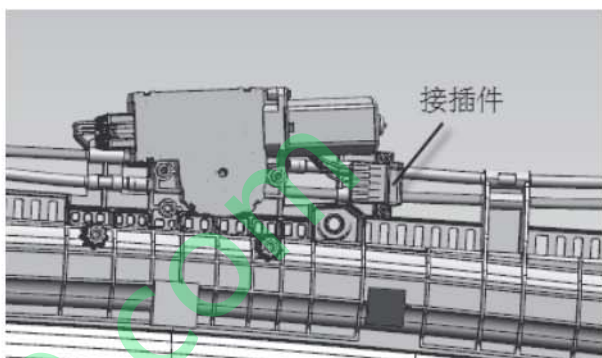

图 1-2-5-1 拆天窗电动机
- (1) 拆下车顶内衬。
- (2) 按图1-2-5-1所示方法断开并取下插头，卸下螺栓。
- (3) 拆下天窗电动机。
- (4) 按照与拆卸相反的顺序安装电动机。安装完毕之后，连接插头并检查电动机运行情况。